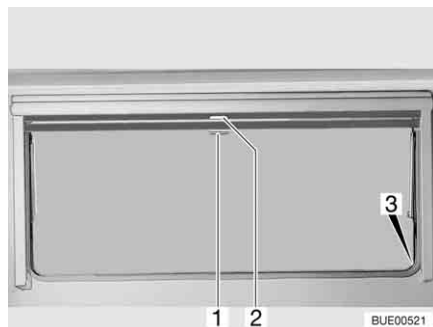

Bild 106 Överkantshängda fönster
- Drag ned mörklägningsrullgardinen med handtaget (Bild 106,2). När mörklägningsrullgardinen dras ned helt fäster man det i spärrarna (Bild 106,3) på båda sidorna på fönsterkarmen.
- När mörklägningsrullgardinen är helt neddragen: Tryck ned handtaget (Bild 106,2) och drag det något inåt. Nu kan man ta loss mörklägningsrullgardinen ur spärrarna på båda sidorna av fönsterkarmen.
- När mörklägningsrullgardinen inte är helt neddragen: Drag handtaget (Bild 106,2) lätt nedåt tills spärren släpper.
- Drag ner insektsnätet med handtaget (Bild 106,1) och fäst det i spärrarna (Bild 106,3) på båda sidorna av fönsterkarmen.
- Tryck ned handtaget (Bild 106,1) och drag det något inåt. Lossa insektsnätet ur spärrarna på båda sidorna av fönsterkarmen.